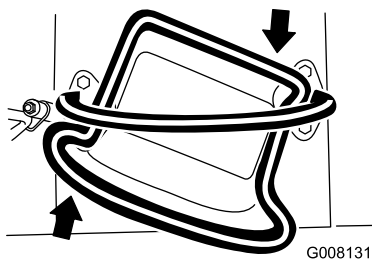

Bild 11
- Drehen Sie den Fahrtriebshebel nach rechts, um nach rechts zu fahren (Bild 11).